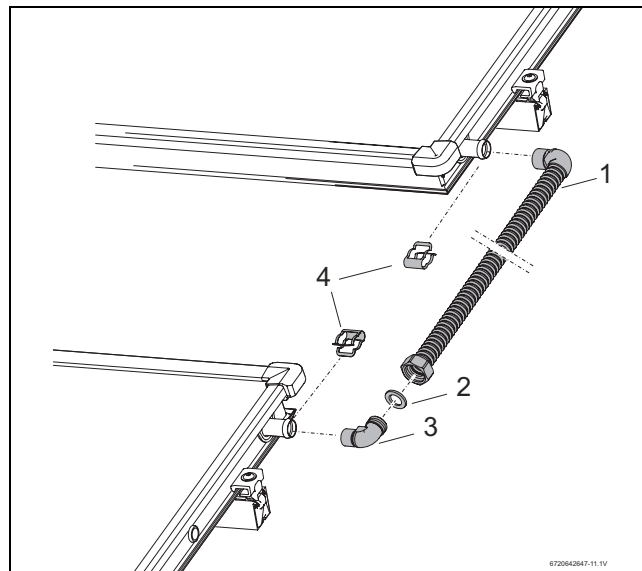

Fig. 58 Juego de conexión entre dos filas de captadores
Si necesita acortar el tubo de conexión (Fig. 58, pos. 1), tenga en cuenta los pasos de montaje especificados en cap. "Creación de la superficie de obturación:", pág. 33.
- Colocar la junta (Fig. 58, pos. 2) en la tuerca de racor.
- Colocar, orientar y enroscar el codo (Fig. 58, pos. 3) en la tuerca de racor G1.
- Colocar el tubo de conexión (Fig. 58, pos. 1) en las conexiones del captador y fijelo con las abrazaderas (Fig. 58, pos. 4) incluidas en el juego de conexión.